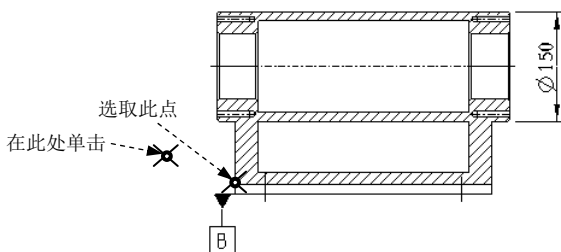
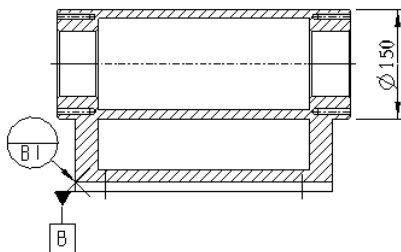

图 5.9.49 选取基准点和放置位置
图 5.9.50 显示基准目标符号
Step4. 此时系统弹出“基准点”对话框，选取图 5.9.49 所示的基准点，单击“基准点”对话框中的 **确定** 按钮。
Step5. 此时系统弹出“选择点”对话框，在“选择点”对话框中单击 **OK** 按钮，然后选取刚刚创建的基准点；在图 5.9.49 所示的位置单击中键，此时在视图中显示基准目标。
Step6. 选择图 5.9.49 所示的菜单管理器中的 **Done (完成)** 命令，将基准目标移动至如图 5.9.50 所示的位置。